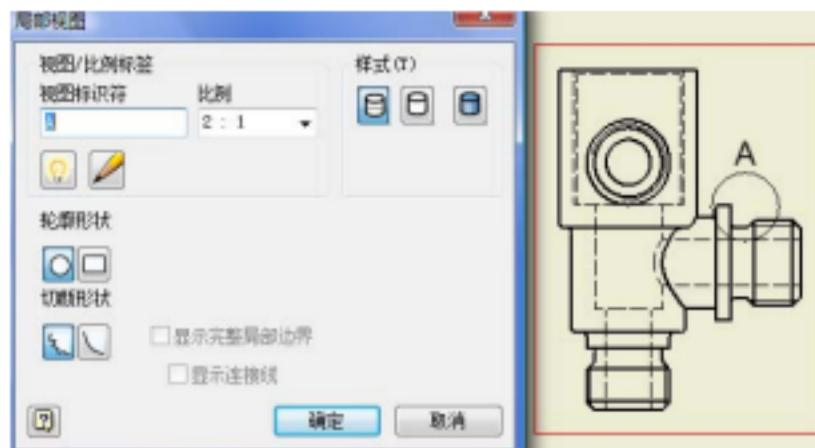

图5-18 选择局部视图的位置
- 3) 单击拾取局部视图的中心位置，单击鼠标右键，在右键快捷菜单中选择圆形或矩形边界，如图5-18所示。移动鼠标来控制边框大小，单击确定其范围。